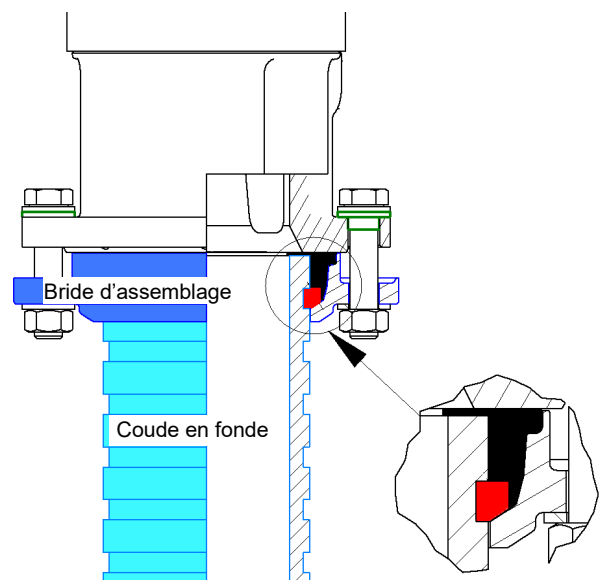

figure 2
- Tous les éléments de transmission de puissance du raccord à bride (vis, écrous selon la figure 2) doivent être enduits d'un lubrifiant approuvé comme par exemple la graisse Klüber VR69-252.
4. Raccourcir l'embout lisse: (figure 2)
Le coude d'entrée PE peut être raccourci avec un outillage pour PE conventionnel. Le coude d'entrée en fonte doit être raccourci avec un outil approprié au bord inférieur d'une rainure. (figure 2)